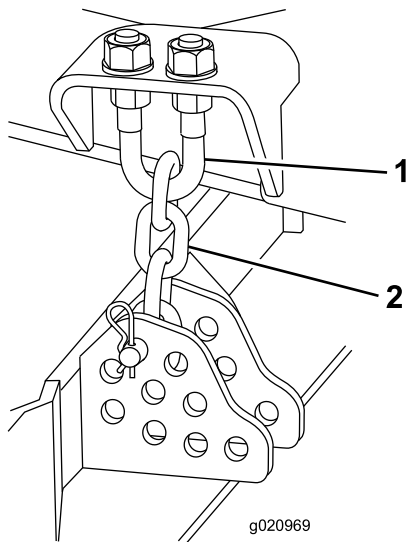

図 76
4. 刈高チェーンを刈り込みデッキ後部に固定しているヘアピンコッターとクレビスピンを取り外す 図 76。